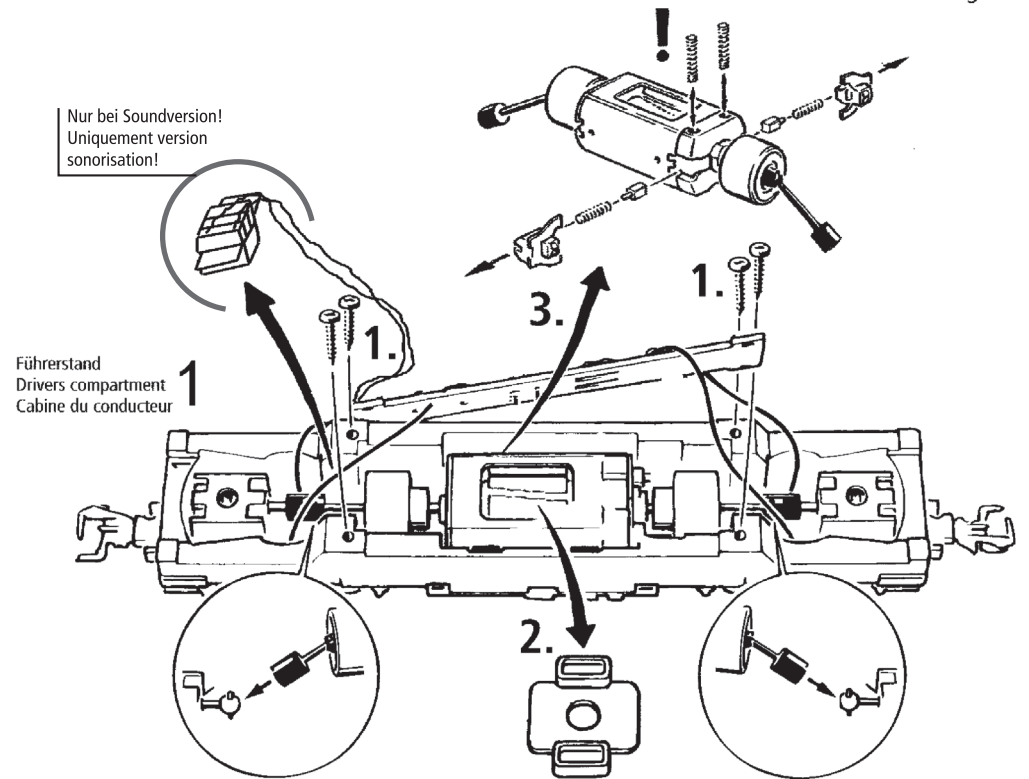

Fig. 9
3. Haftreifenwechsel: Zuerst den Getriebedeckel abnehmen (Fig. 4). Danach den **Radsatz** herausnehmen und die **Haftreifen** mit einer Nadel od. mit einem feinen Schraubendreher abziehen (Fig. 9). Beim Aufziehen der neuen Haftreifen darauf achten, dass diese sich nicht verdrehen.
3. Change of traction tyre: Remove the gear cover (fig. 4). Take out **wheel set** and remove **traction tyre** using a pin or a fine screwdriver (fig. 9). When pressing on the new traction tyre please **avoid twisting it**.
3. Échange des bandages d'adhérence: Démontez d'abord **le couvercle du carter des engrenages** des en-grenages (fig. 4). Délogez ensuite les essieux bandagés et enlevez, à l'aide d'une aiguille ou d'un tourne-vis fin, les bandages d'adhérence (fig. 9). Lors du montage des nouveaux bandages veuillez veiller à ce que les bandages **ne soient pas tor-dues**.